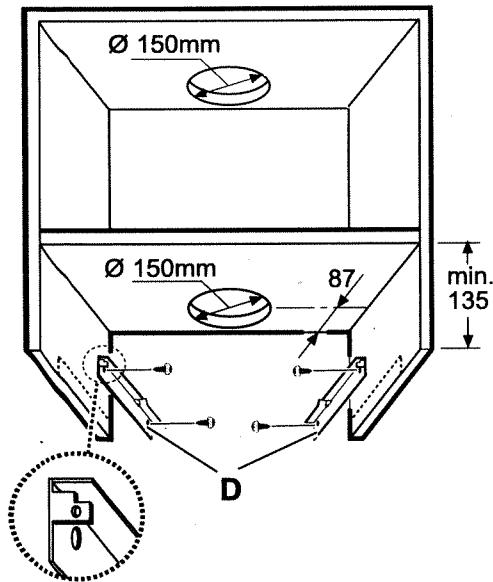

Fig. 1 - Abb. 1 - Afb. 1
1. Zwei Bügel **D** (Abb. 1) an der Seitenwand des Hängeschanks (einer pro Seite) mit 2 Schrauben pro Bügel befestigen (den Bügel nach der unteren Kante ausrichten). Den Bügel auf Anschlag mit der hinteren Kante des Hängeschanks setzen, darauf achten, dass die hintere Kante des Bügels der hinteren Seite der Haube entspricht. An der Oberseite des Hängeschanks ein Loch für das Abluftrohr und das Kabel für die Stromzufuhr ausführen.
1. Fix the 2 brackets **D** (Fig. 1) to the side panel of the wall cabinet (one per side) with 2 screws for each bracket (align the bracket to lower border).